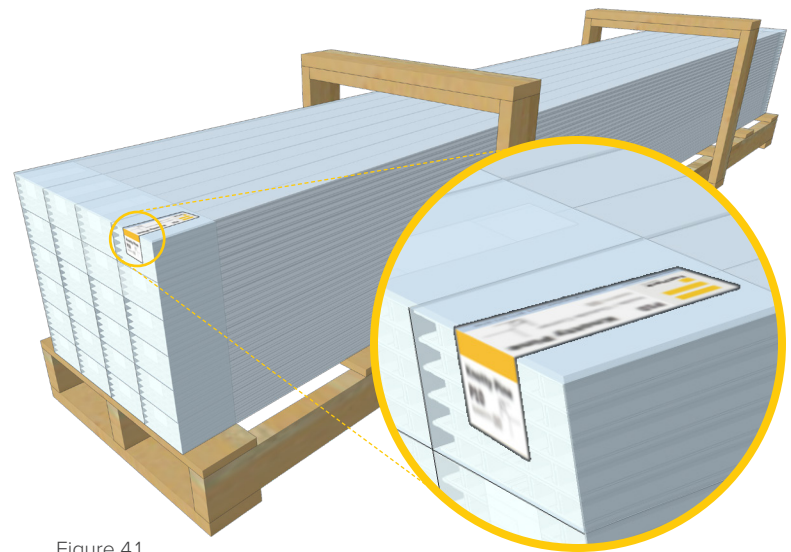

Figure 4.1
- ✓ Les matériaux arriveront sur une palette (figure 4.1) dont les dimensions pourront varier (généralement, L: 12'-16" x l: 33" x É: 24"-32"). Tous les produits seront étiquetés séparément. Vérifiez que le matériel n'est pas endommagé ni malformé, qu'il est de la bonne couleur, que la couleur est uniforme et que les spécifications des profilés sont correctes.